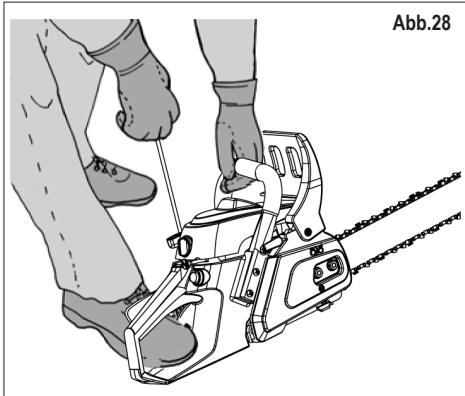

Abb.28
4) Halten Sie die Motorsäge wie in Fig.28 - Überprüfen Sie, ob der Bereich rund um Schiene und Kette frei von jeder Behinderung ist.
5) Ziehen Sie kräftig am Startergriff, bis der Motor anspringt (Fig. 28, teil 3)
7) Ziehen Sie weiter am Startergriff (Fig.28), bis der Motor läuft.
Halten Sie die Motorsäge fest (Fig. 28) und lassen Sie Motor und Kette für mindestens 15 Sekunden laufen (zum Erwärmen).
3) Ziehen Sie kräftig am Startergriff, bis der Motor anspringt (Fig. 28).